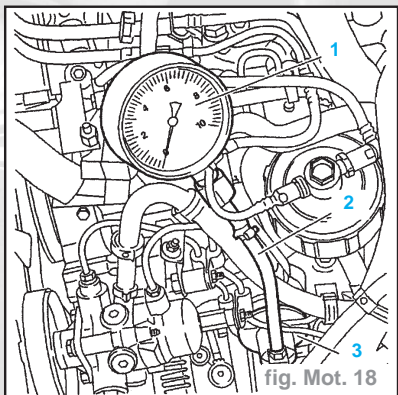

fig. Mot. 18
- Poser l'outil (3) en lieu et place du filtre à huile.
- Poser l'ensemble des outils (1) et (2) sur l'outil (3) (fig. Mot. 18).